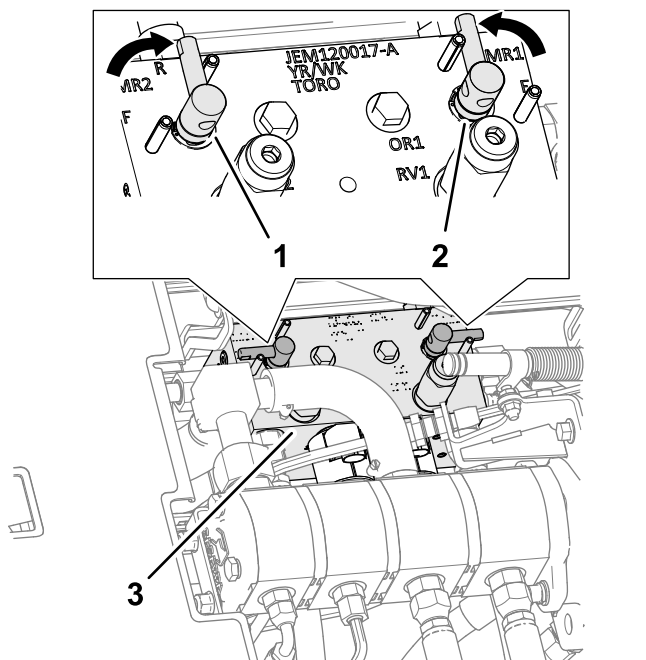

Figura 105
4. Desenganche y levante el asiento para tener acceso al distribuidor del cortacésped (Figura 105).
5. Mueva la palanca de autoafilado a la posición R (autoafilado) (Figura 105).